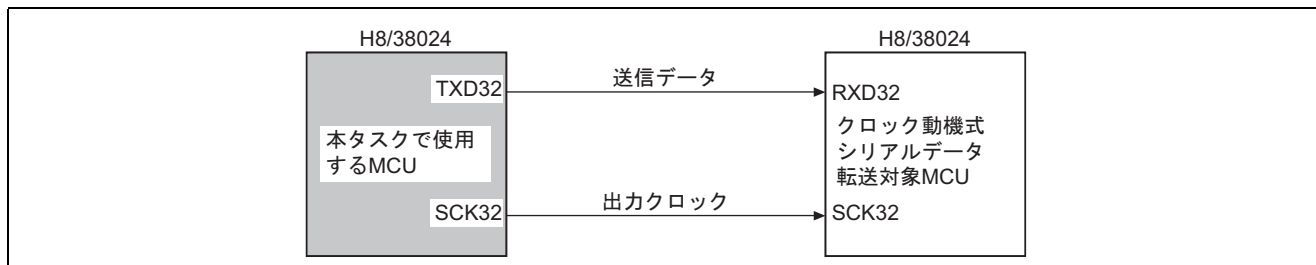

図 1 クロック同期式シリアルデータ送信
- (1) 図 1 に示すようにクロック同期式シリアル転送機能を使用して 4 バイトの 8 ビットデータを送信します。
- (2) 転送クロックは、内部クロックを使用し 4 μ s の転送クロック周期でデータを転送します。
- (3) 転送するデータのデータ長は 8 ビットで、データの最下位ビットから送信する LSB ファースト方式による送信を行います。